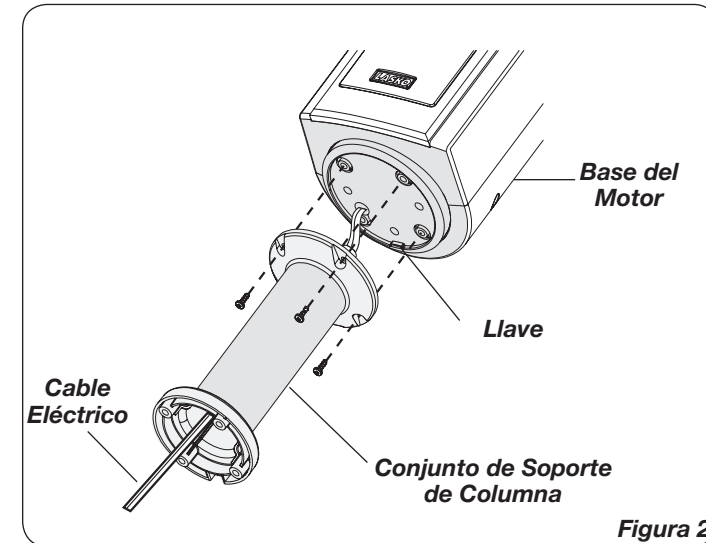

Figura 2
2. Una el **Conjunto de Soporte de Columna** a la **Base del Motor** con (4) tornillos M5 X 13mm. Cerciórese de que la **Llave** que está en la **Base del Motor** quede alineada con la **Muesca de Ubicación** en el **Conjunto de Soporte de Columna**. (Figura 2)